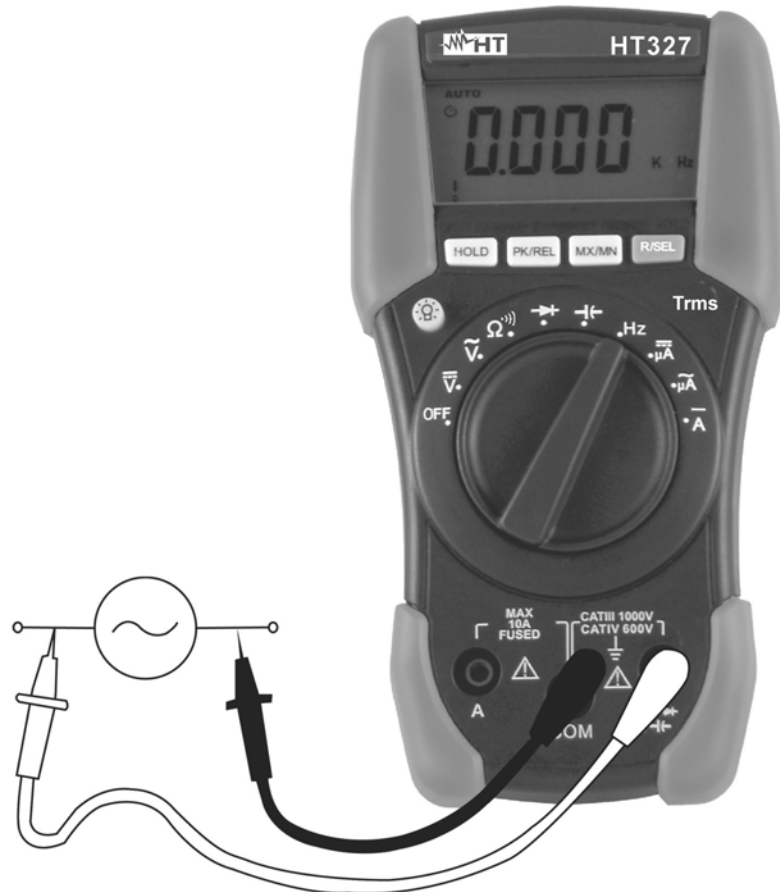

Abb. 9: Frequenzmessung
2. Verbinden Sie die Messleitungen wie folgt: die rote Messleitung in die **HzVΩμA** - Buchse und die schwarze Messleitung in **COM**-Buchse (s. Abb. 9).